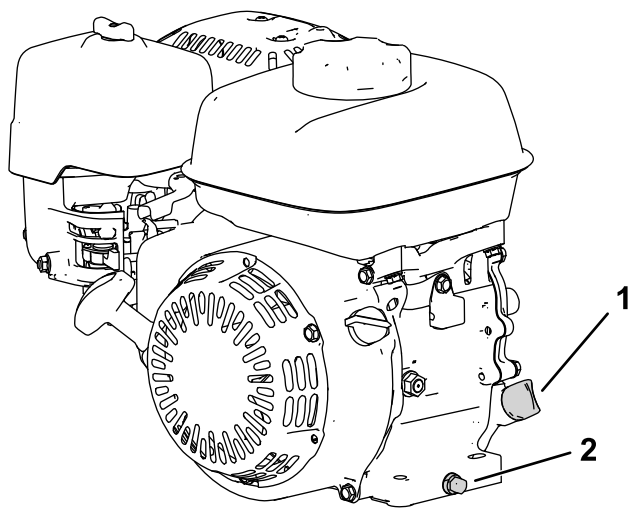

図 25
2. エンジンが水平になるように駐車し、オイル補給口の周囲をきれいに拭く 図 25。
3. ドレンプラグ、ワッシャ、ディップスティックを外す 図 25。